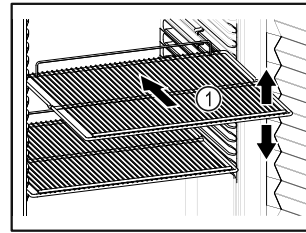

Fig. 61 Przykładowa prezentacja
- Jeżeli ruszty do składowania Fig. 61 (1) są ruchome, należy je ustawić odpowiednio do wysokości.